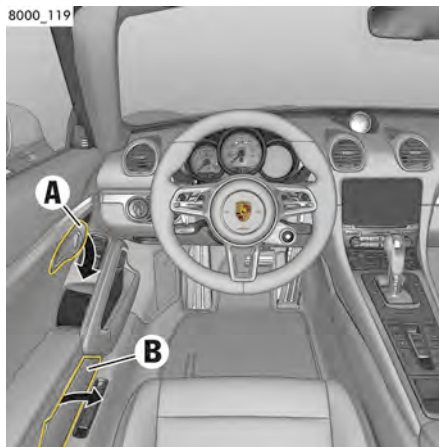

図 84: ドアの収納ボックス
- ▶ リッド **B** (図 .84) を持ち上げてください。